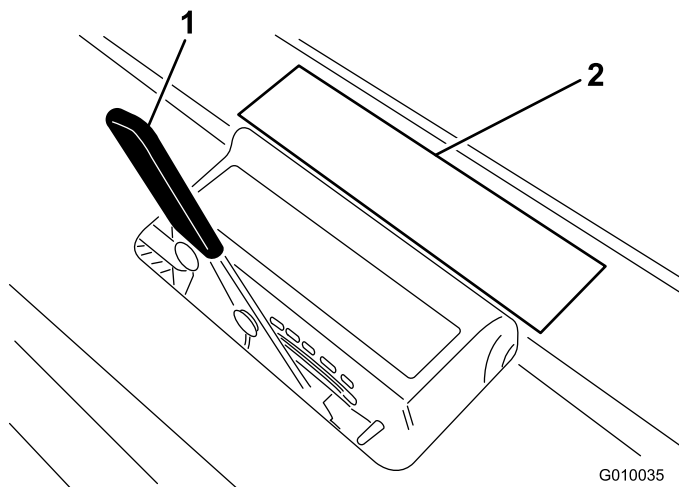

Figura 28
2. Mettete la fustella sull'adesivo di profondità delle fustelle (Figura 28) allineando un'estremità alla profondità di arieggiatura desiderata (fare riferimento alla sovrapposizione della fustella sull'adesivo).